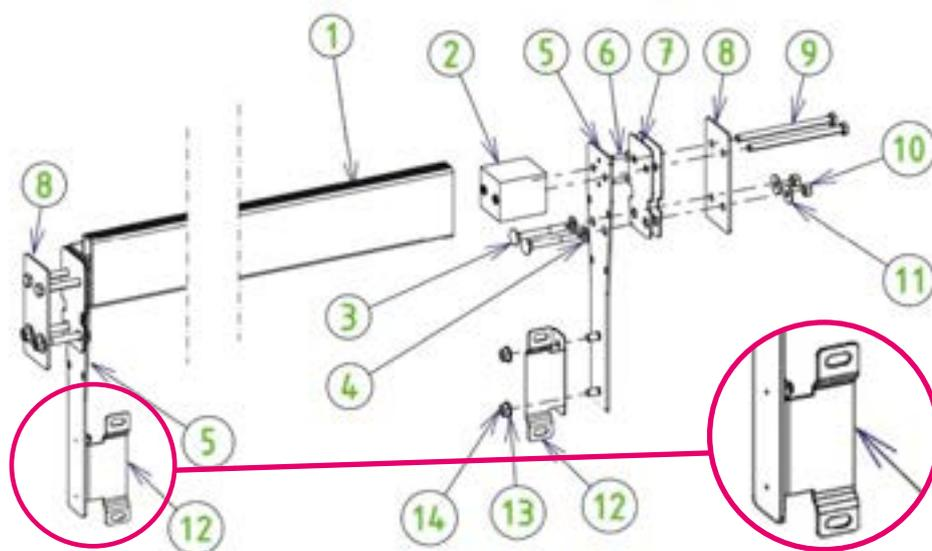

Figura 42 – Ensamblaje y montaje de la vigueta
Los pasos para montar la vigueta se ilustran en la *Figura 42*. Los tornillos necesarios para este montaje están en la bolsa Y. En esta figura, la pared de madera está ubicada entre las piezas 7 y 8, y el liner está ubicado entre las dos juntas de goma (7).
Monte las dos escuadras de soporte del pasamuros (12) sobre las platinas (5) utilizando cuatro tuercas (14) y cuatro arandelas (13) de 8 mm de diámetro de acero inoxidable A4. Los salientes sobre los cuales se ubican los orificios alargados sobre las escuadras (12) deben ubicarse en el mismo lado que la vigueta (ver zoom *Figura 42*).
Por último, fije la pared de separación sobre las escuadras (parte 12 de la *Figura 42*) mediante cuatro tornillos estufa (7) de 8 x 16, cuatro arandelas y cuatro tuercas de 8 mm de diámetro de acero inoxidable A4.